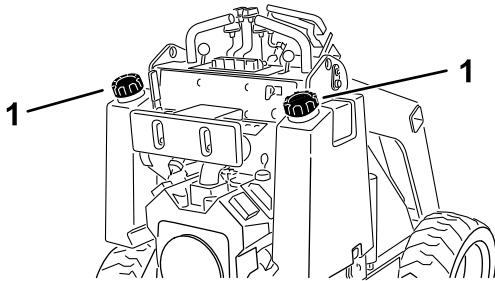

Figura 3
3. Limpie la zona alrededor del tapón del depósito de combustible y retire el tapón (Figura 3).